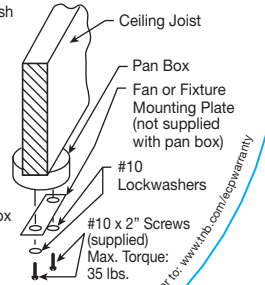

Fig. 2
- 6) Mount the ceiling fan or fixture mounting plate to the pan box using the two supplied #10 x 2" lg. screws and two #10 lockwashers. Pass the screws through the ceiling fan or fixture mounting plate then through the pan box clearance holes into the ceiling joist. Tighten screws snugly, see Fig. 2.
- 6) Fixer la plaque de montage du ventilateur de plafond ou du plafonnier à la boîte d'encastrement à l'aide des deux vis no 10 x 2 po et deux rondelles de fixation no 10 fournies. Passer les vis par la plaque de montage et les trous de passage de la boîte d'encastrement dans la solive. Bien serrer les vis., voir Fig. 2